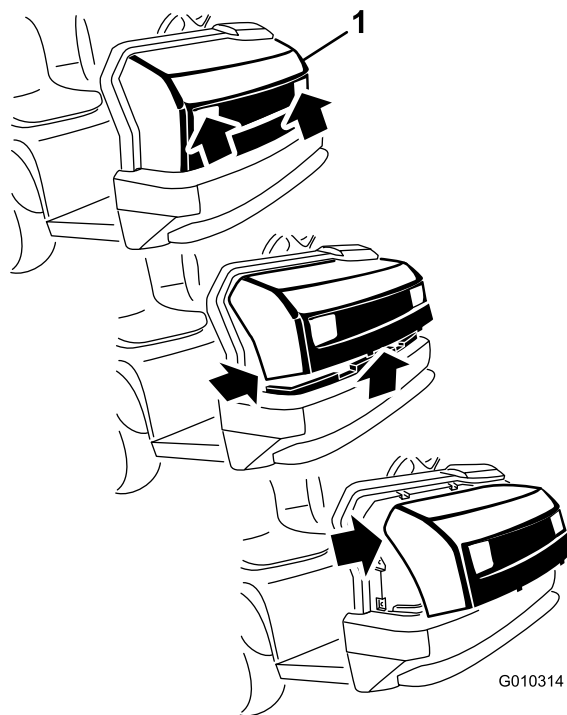

Figura 47
1. Segurando firmemente no capot pelas aberturas dos faróis, levante o capot para soltar as patilhas de montagem inferiores das ranhuras da estrutura (Figura 47).
- Desloque a parte inferior do capot para cima até ser possível retirar as patilhas de montagem superiores das ranhuras da estrutura (Figura 47).
- Desloque a parte superior do capot para a frente e desligue os conectores de fios dos faróis (Figura 47).
- Insira as patilhas de montagem superiores nas ranhuras da estrutura (Figura 47).
- Insira as patilhas de montagem inferiores nas ranhuras da estrutura (Figura 47).